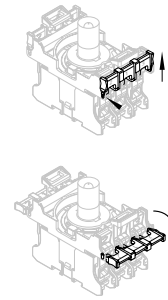

Fig. 11
2. Portacircuitos desmontado y apertura del seguro de contacto (véase fig. 11): Elevando los dos seguros de contacto, éstos se soltarán del enganche y podrán ser plegados 90°. Solamente a continuación es posible desmontar los elementos de contacto o luminosos.